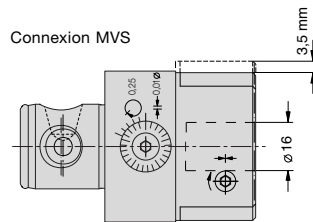

fig. 1
- Les attachement machines sont du type WOHLHAUPTER-**MULTI**® (fig. 1)